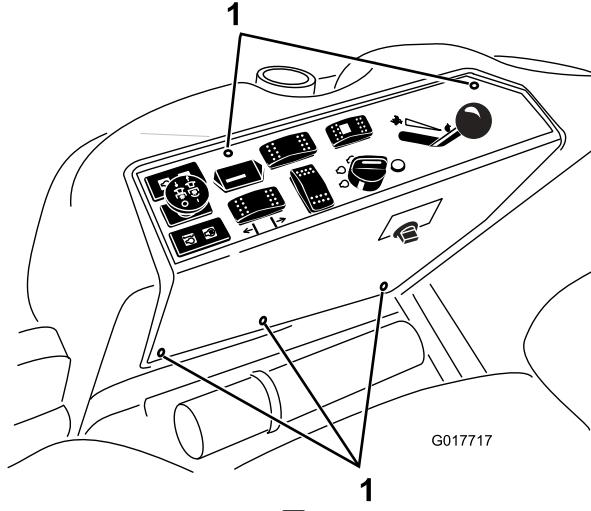

図 1
4. コントロールパネルを固定しているビス類(5本)を外す(図1)。